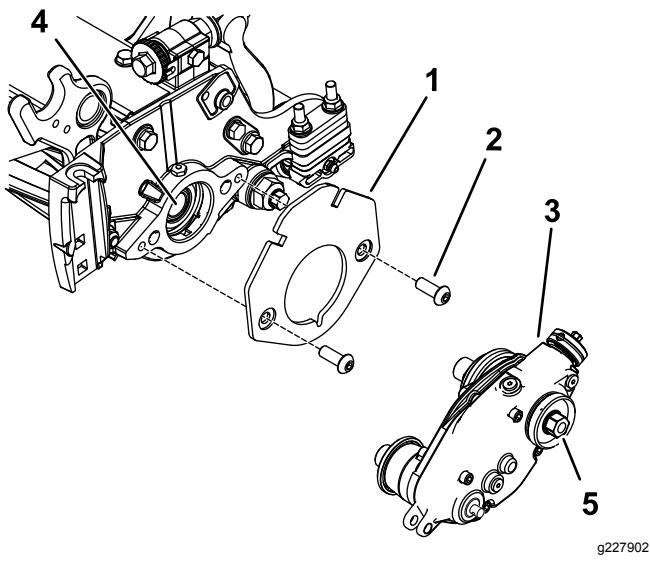

Figura 9
2. Instale o suporte do peso no cilindro com dois parafusos de cabeça sextavada, de cabeça de tremoço ($\frac{3}{8}$ pol. x $\frac{3}{4}$ pol.), como se mostra na Figura 9.
243) nas rosas do eixo do cilindro interno (Figura 9).
4. Instale a caixa de transmissão do rastelo no eixo do cilindro (Figura 9) utilizando a cabeça sextavada na caixa da transmissão do rastelo.